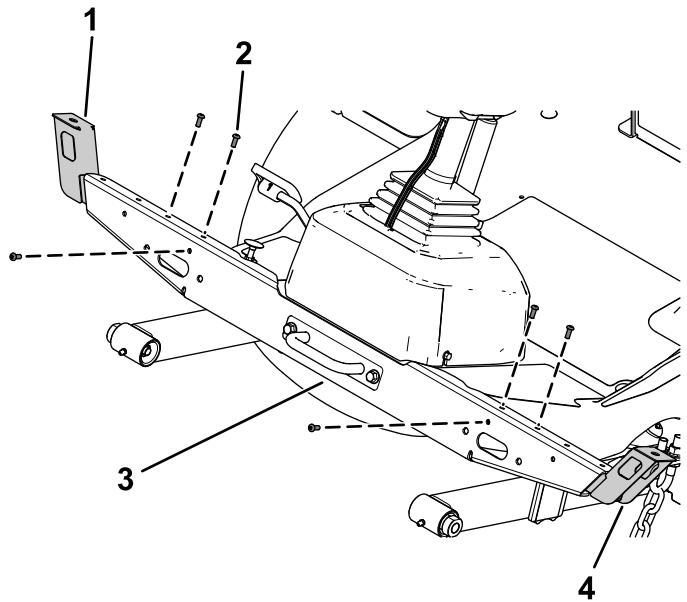

Figura 19
- Prenda a montagem da luz esquerda e montagem da luz direita à montagem cruzada das luzes utilizando três parafusos de cabeça de tremoço ($\frac{1}{4} \times 5/8$ pol.) através das porcas de velocidade em cada lado (Figura 19).